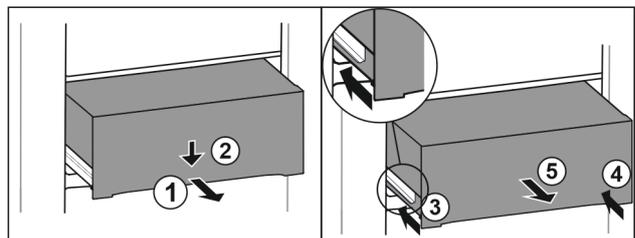

Fig. 111
- ▶ Schubfach halb herausziehen. Fig. 111 (1)
- ▶ Schubfach an der Vorderseite nach unten drücken. Fig. 111 (2)
- ▶ Linke Schiene etwa 2 cm einschieben. Fig. 111 (3)
- ▶ Rechte Schiene etwa 2 cm einschieben. Fig. 111 (4)
- ▶ Schubfach nach vorne entnehmen. Fig. 111 (5)